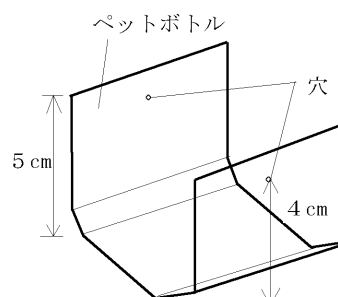
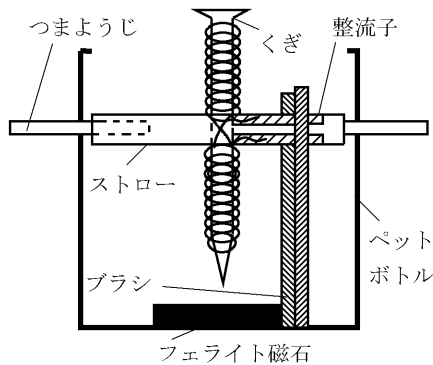

図2 ペットボトルの軸受け
図3 2極モーター
(3) ストローに幅3 mm、長さ2 cmに切った銅テープ2枚を貼る。エナメル線の両端をそれぞれの銅テープに固定すると銅テープが整流子となる（図3）。
(4) 軸受けを作るために、ペットボトルをコの字形に切り取る（図2）。
(5) 軸受けの両側（底面から高さ約4 cmの位置）に千枚通しで穴をあけ、それぞれつまようじをさす（図2、図3）。
(6) ストローの両端をつまようじにかぶせて、軸受けに取り付ける。
(7) 軸受けの底面（くぎの真下）に両面テープでフェライト磁石を固定する（図3）。
(8) ペットボトルの曲面部を長さ7 cm、幅5 mm程度に2本切り取り、同じ大きさの銅テープを貼り、ブラシとする。それぞれのブラシの端を軸受けの底面にセロハンテープで貼り、ストローを両側からはさむようにする（図